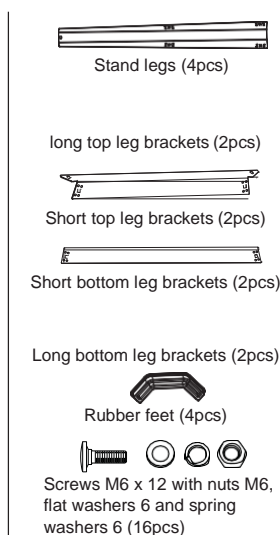

Fig. 1
- Desembale todas las piezas y agrúpelas por tipo y tamaño Consulte la Fig. 1 para conocer las cantidades correctas.